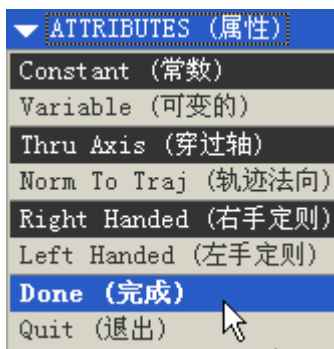

图 51-20
(1) 单击菜单【插入】 【螺旋扫描】 【伸出项】，打开【属性】菜单。接受系统默认设置，如图 51-20 所示。